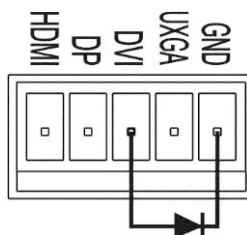

Рис. 7. Пример подсоединения светодиодного индикатора дистанционного выбора входов для входа DVI
3. Соедините контакт 3 блока съемных клемм с анодом дистанционного светодиодного индикатора DVI (см. пример на рис. 7).